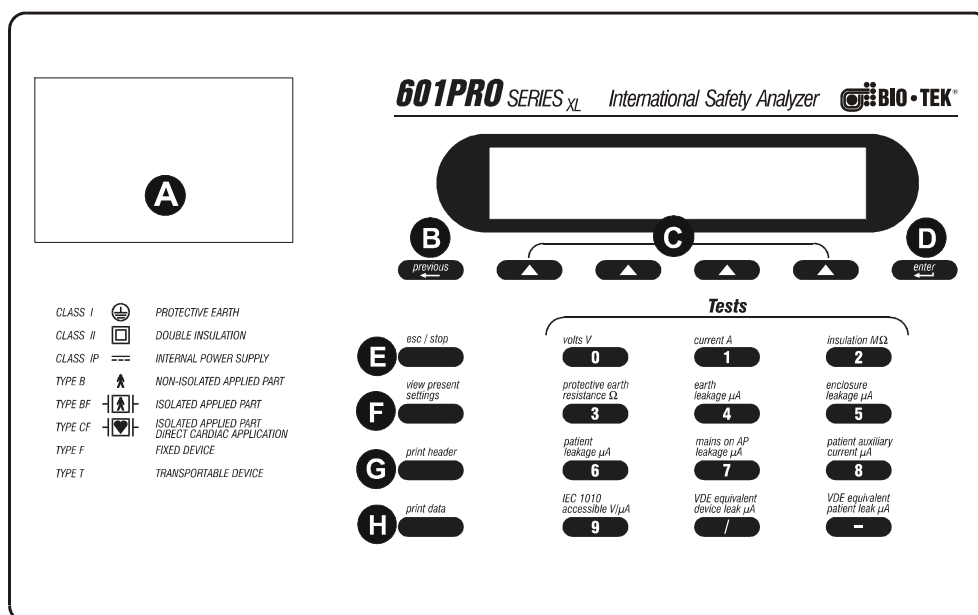

Fig. 1. **601 ProXL** toppanel
Toppanelen (se fig. 1) består av en LCD-display, (A) printer, (C) mjukvaruknappar vars funktion i olika situationer visas i LCD-displayen och (B, D, E-H) knappar som alltid har samma funktion. Nummerknapparna 0-9 används för att mata in kontrollnummer samt är direktknappar till de manuella elsäkerhetstesterna. Mjukvaruknapparna (C) används för navigation i **601 ProXL**'s menyträd, som bifogas (se sidan 10). Knapp (B) trycks för att nå föregående skärmbild och knapp (D) trycks för att bekräfta en inmatning eller ett val. Knapp (E) trycks för att avbryta tester och knapp (F) används för att kontrollera nuvarande inställningar.